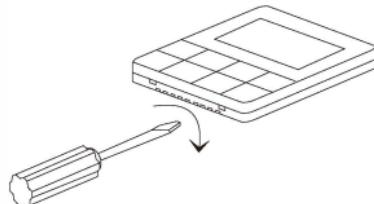

Fig.1
2. Comme illustré sur la Fig. 1, utilisez un tournevis plat pour faire levier légèrement dans la rainure inférieure du contrôleur filaire (une force excessive pourrait endommager la carte électronique).